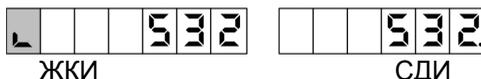

Рисунок 10
8.7 Суммарное количество топлива, отпущенное колонкой, фиксируется в памяти устройства – ведется электронный суммарный счетчик, для его вывода на табло необходимо одновременно нажать и отпустить кнопки "Пуск" и "Стоп". На табло отобразится целое значение счетчика с мигающей точкой (рисунок 10), дробная часть счетчика не отображается. Переход к исходному состоянию осуществляется кратковременным нажатием любой кнопки.